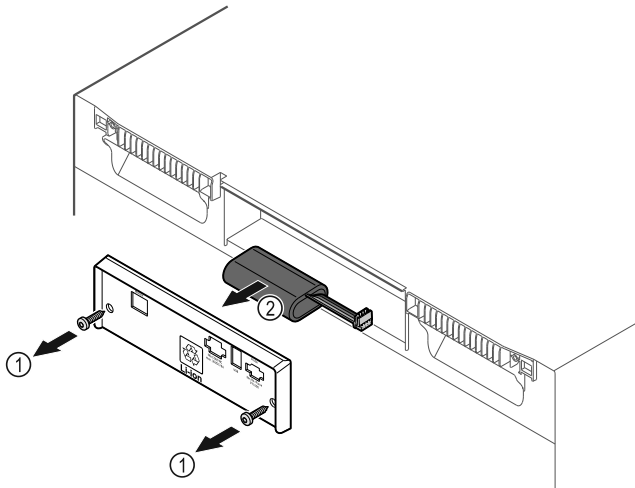

Fig. 230
- ▶ Schrauben herausdrehen und Abdeckung auf der Rückseite des Gerätes entfernen Fig. 230 (1).
- ▶ Batterie abstecken und herausnehmen Fig. 230 (2).